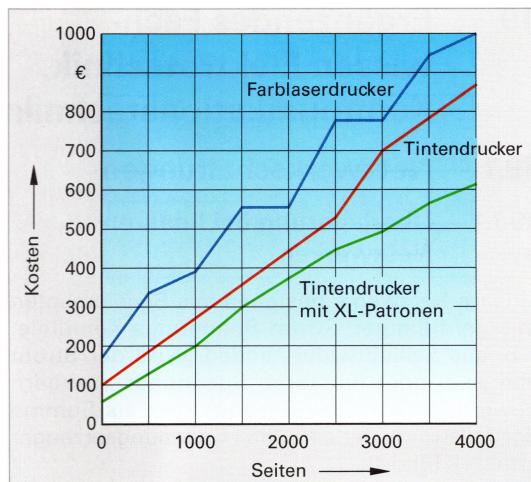

Bild 1: Druckkosten im Vergleich
- 1.** Bild 1 zeigt die Druckkosten verschiedener Tintendrucker und Farblaserdrucker im Vergleich. In einem Büro werden im Monat 2000 Farbseiten erstellt. Berechnen Sie Kosten für eine Farbseite bei Nutzung a) des Farblaserdruckers b) des Tintendruckers mit XL-Patronen.
- 4.** Bei den Druckkosten nach **Bild 1** wurde der Gerätepreis nicht mit eingerechnet. Der Laserdrucker kostet 600 €, der Tintenstrahldrucker wird mit 700 € angeboten. Mit welchem Preis/Seite ist der Gerätepreis auf eine Farbseite zu kalkulieren? Der Drucker ist 3 Jahre in Betrieb und monatlich werden 1000 Seiten erstellt.